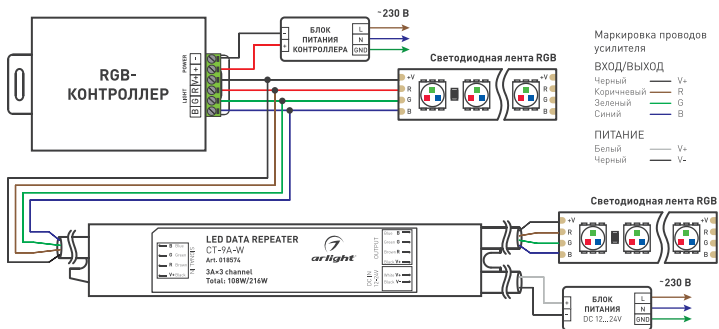

Рисунок 1. Схема подключения.
- 3.3. Подключите светодиодную ленту или другой светодиодный источник света к выходу усилителя OUTPUT согласно схеме (Рис.1), соблюдая полярность и порядок подключения проводов RGB. Соответствие цветов проводов указано на схеме и корпусе усилителя.